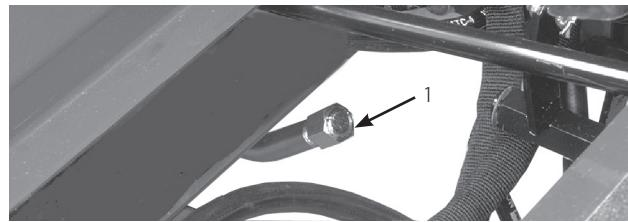

図 17
3. ディップスティック付きキャップを油圧タンク(図17)の補給口に軽く指締めする。レンチで締め付ける必要はない。